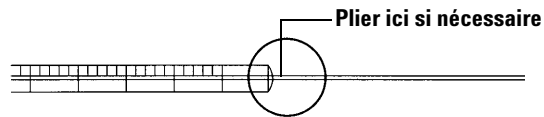

Figure 76 Contrôle de la seringue
- 1 Faites rouler la seringue sur le bord d'une surface plane propre. Si la pointe de l'aiguille dessine un cercle, redressez la tige en la pliant légèrement près du point de connexion avec le cylindre de la seringue. Faites un nouvel essai (Figure 76).